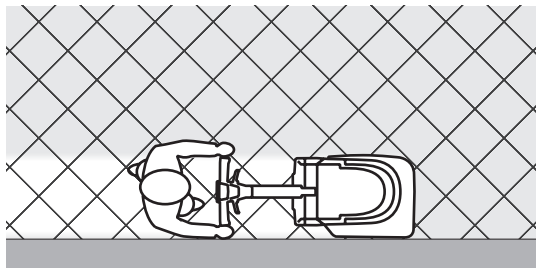

Figure 3
6. Manœuvrer la machine avec les mains sur les poignées (6) et entamer le travail de lavage/séchage du sol.
*Les poignées (6) sont munies d'un capteur pour le démarrage de la brosse et de la solution à condition que l'opérateur garde au moins une main sur une poignée.*
8. Pour ramasser les débris de moyenne/grande dimension, soulever l'embouchure avant en poussant sur le levier (7). Pour garder constamment l'embouchure avant soulevée, pousser sur le levier (7) et le bloquer avec la touche (9A).
9. Au besoin, pour utiliser et maintenir l'inclinaison du guidon libre, pousser sur le levier (8) et le bloquer avec la touche (9B).
*Pour débloquer la fonction des touches (9A, 9B) et retourner avec l'embouchure avant abaissée ou le guidon en position fixe, pousser brièvement sur le levier de l'embouchure (7) ou le levier d'inclinaison du guidon (8).*
10. Si le sol est souillé par une saleté particulièrement résistante, on peut augmenter la pression de la brosse sur le sol en tournant la poignée (19) dans le sens contraire des aiguilles d'une montre. Tourner la poignée (19) dans le sens des aiguilles d'une montre pour diminuer la pression.
*Pour un lavage / séchage correct des sols près des murs, Advance conseille de s'approcher au murs avec le côté droit de la machine, comme indiqué dans la figure 3.*